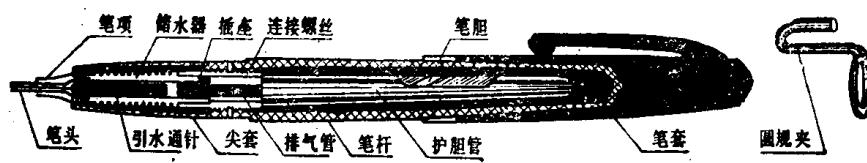

图 1-13
3. 针管笔 针管笔是一种带吸水、储水结构的描图笔，如图1-13所示。它适用于配合各
目前常见的针管笔有两种。第一种针管笔如图1-13所示，每套有三枝笔，可分别画0.3、0.6和0.9毫米的三种墨线。第二种针管笔如图1-15所示，其结构与第一种大致相同。这种笔每套有九枝，可分别画0.2、0.3、0.4、0.5、0.6、0.7、0.8、1.0和1.2mm 九种墨线。用针管笔